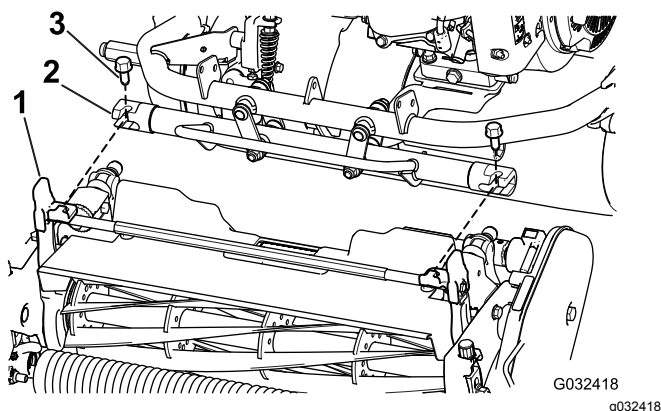

Figura 7
4. Mueva el bastidor de la unidad de tracción (Figura 7) hacia adelante hasta que se acople en los brazos de pivote de la unidad de corte.
5. Sujete el bastidor de la unidad de tracción a los brazos de pivote de la unidad de corte con 2 pernos (3/8 x 3/4") (Figura 7).